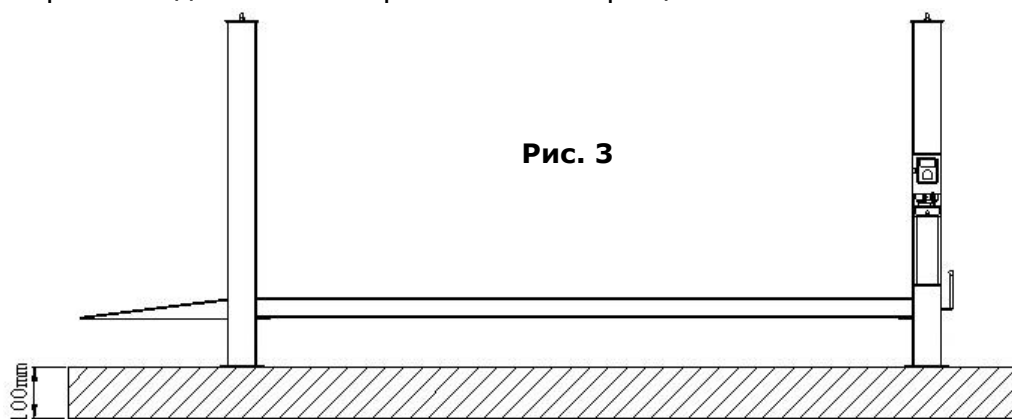

Рис. 3
**В. ОСОБЕННОСТИ ФУНДАМЕНТА (См. Рис. 3)**